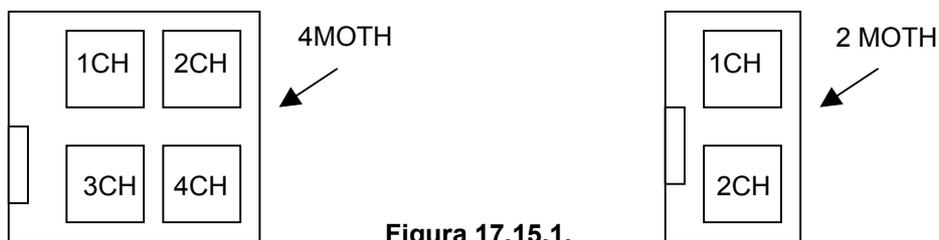

Figura 17.15.1.
1. Insertar DHU sobre un módulo MOTH. Ver figura 17.15.1.